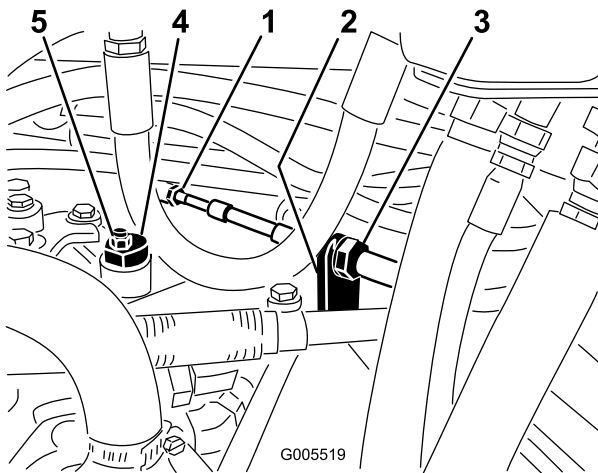

Bild 55
- A. Lösen Sie beide Klemmmuttern, mit denen der Fahrtriebs-Bowdenzug an der Trennwand am Hydrostat befestigt ist (Bild 55). Achten Sie darauf, dass die Klemmmuttern gleichmäßig gelockert sind und eine ausreichende Einstellung ermöglichen.
- C. Drehen Sie den Exzenter, bis kein Kriechen in jeder Richtung auftritt. Ziehen Sie die Schraube fest, wenn sich das Rad nicht mehr dreht, um den Exzenter und die Einstellung zu arretieren (Bild 55). Überprüfen Sie die Einstellung mit dem Gasbedienungshebel auf Langsam“ und auf Schnell“.
- D. Ziehen Sie die Sicherungsmuttern, mit denen der Bowdenzug an der Trennwand befestigt ist, gleichmäßig von der Innenseite der Trennwand fest (Bild 55).
Hinweis: Lösen Sie die Mutter, mit der der Exzenter oben am Hydrostat befestigt ist (Bild 55).